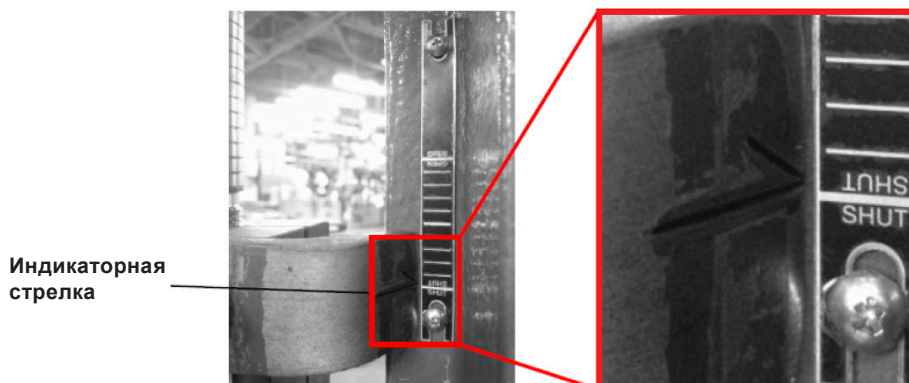

Рисунок 2 – Индикаторная стрелка
- Установите пластину индикатора в нужное положение, как показано на Рисунок 2.